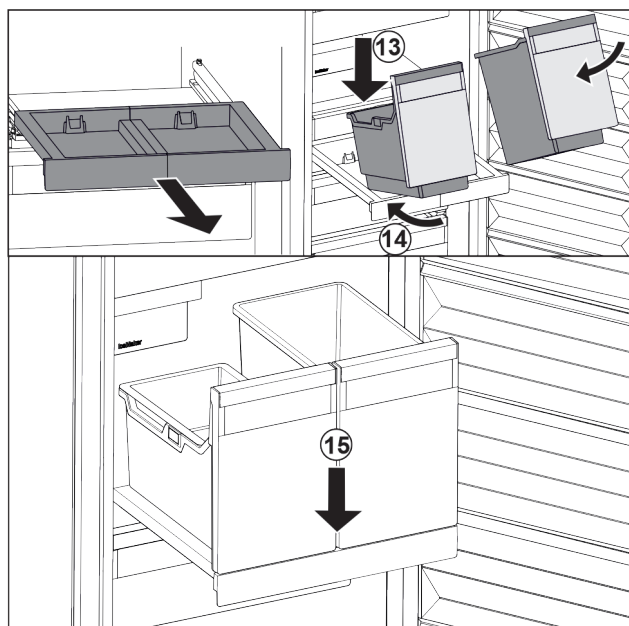

Fig. 110
- ▶ Nasadte nádobu šikmo na vysouvací desku. Fig. 110 (13)
- ▶ Zasuňte nádobu šikmo dozadu. Fig. 110 (14)
- ▶ Usadte vpředu nádobu. Fig. 110 (15)